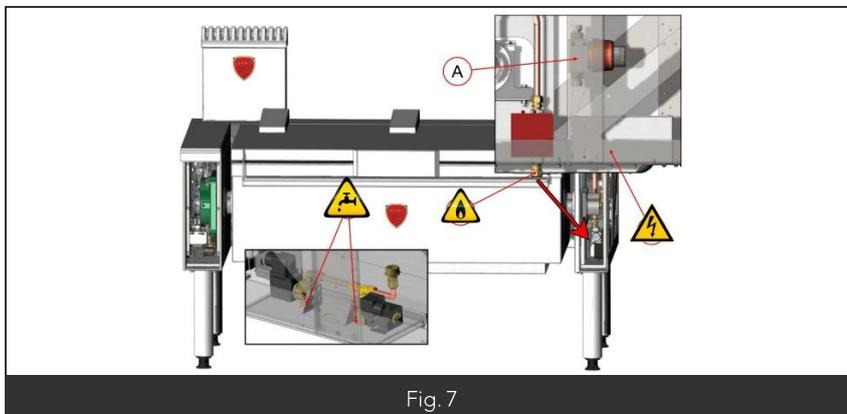

Fig. 7
Nomenclature fig.7
3.1. Basculement à vérin fig.7 et 8